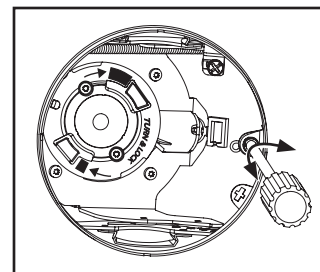

Figure 17.
1. Desserrez la vis de blocage de rotation à l'aide d'un tournevis Phillips n° 2 (Figure 17.).
3. Serrez la vis de blocage de rotation pour fixer sur la position souhaitée. (Ne serrez pas trop). (Figure 17.).
2. Serrez la vis de blocage de rotation (Figure 17.).